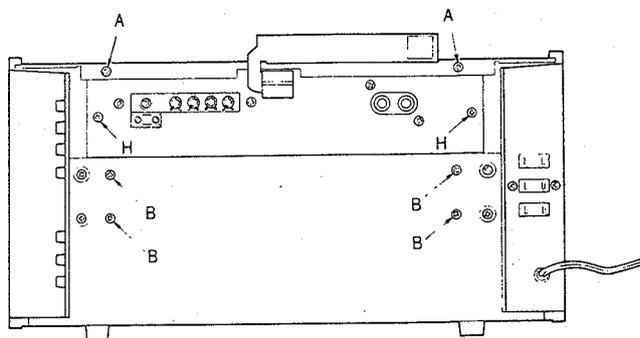

Abb. 1
- 1) Entferne die beiden Schrauben wie unter A in Abb. 1 gezeigt und nimm die Deckplatte durch Ziehen nach hinten ab.
- 2) Das Gehäuse kann abgenommen werden, indem man die vier Schrauben wie in Abb. 1, B gezeigt sowie die beiden Schrauben am Boden herausdreht.
- 4) Entferne die Befestigungsschrauben der Rückchassis des Empfängerteils (Abb. 1, H).